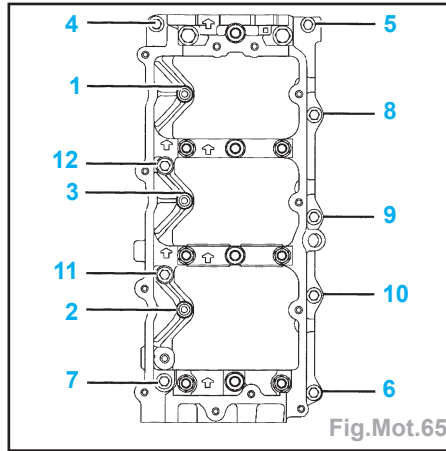

Fig.Mot.65
• les chapeaux de paliers inférieurs en serrant les vis M8 au couple de **2,2 daN.m**, et les vis M6 au couple de **1,2 daN.m** dans l'ordre préconisé (Fig.Mot.65).